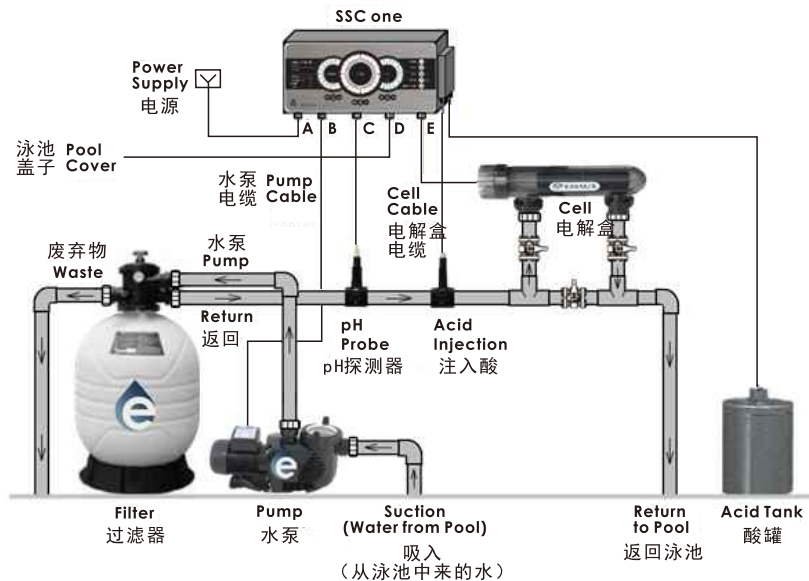

Fig. 1
7.1-CONTROL PANEL (Fig 1): 控制部件（图1）